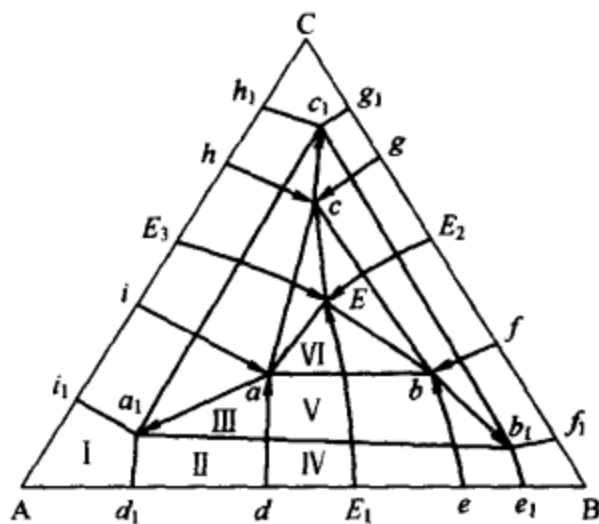

图 2
12. 设 A、B、C 三元共晶相图中 α 、 β 、 γ 三种固溶体分别是以组元 A、B、C 为溶剂的, 图 2 是该三元共晶相图的综合投影图, 请问综合投影图中区域 I、II、III、IV、V、VI 在室温下分别是什么组织? (6 分)
元 A、B、C 为溶剂的, 图 2 是该三元共晶相图的综合投影图, 请问综合投影图中区域 I、II、III、IV、V、VI 在室温下分别是什么组织? (6 分)